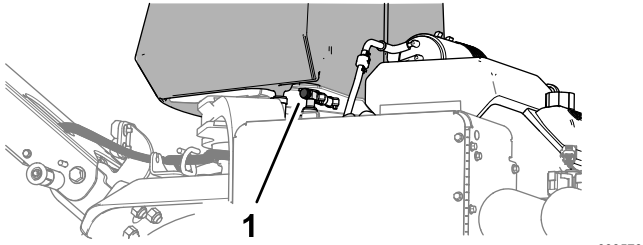

Figura 72
- Dacă transportai sau depozitai maina, închideți ventilul de închidere combustibil (Figura 72).